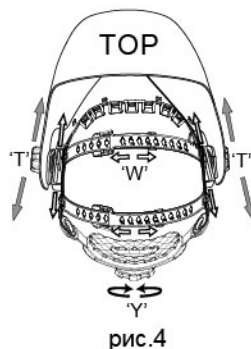

рис.4
Длину окружности оголовья можно увеличить или уменьшить, вращая ручку с нажатием на затылочной части оголовья (см. «Y» на рис.4). Это можно сделать не снимая маски и позволяет получить натяжение, необходимое для надежной фиксации сварочной маски на голове.
• Если наголовник сидит на голове слишком высоко или слишком низко, отрегулируйте ремень, который проходит через макушку. Для этого ослабьте конец ремня, выдавив стопорный штифт из отверстия в ремне. Переместите две части ремня относительно друг друга на требуемую длину и вставьте стопорный штифт в ближайшее отверстие (см.W рис.4).
Шаг 1: Ослабьте гайку фиксатор (см. "Т" на рис.4), и двигайте маску к или от вашего лица. Убедитесь, что расстояние между обоими глазами и светофильтром одинаковые, чтобы избежать неравномерного затемнения светофильтра.